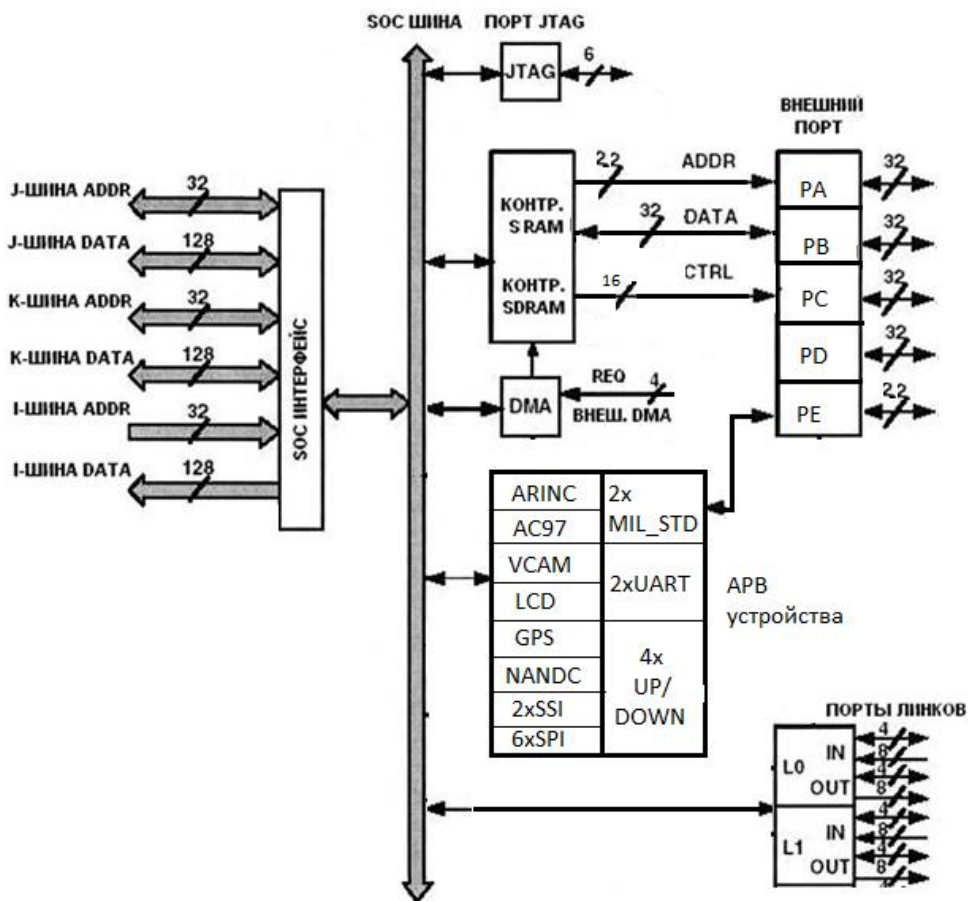

Рисунок 5 – Подключение периферийных устройств к ядру процессора
- периферийные устройства (Рисунок 5), которые осуществляют операции обмена с внешними устройствами.